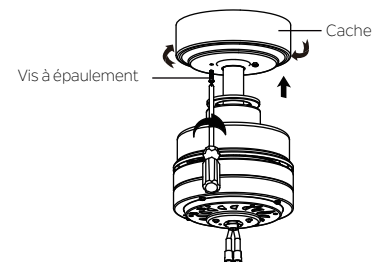

Fig. 14
Étape 2. Assemblez le cache en faisant tourner la clavette dans le cache pardessus la vis à épaulement dans le support de montage. Réinstallez la vis à épaulement qui a été enlevée précédemment et resserrez bien ensuite les deux vis à épaulement (Fig. 14).